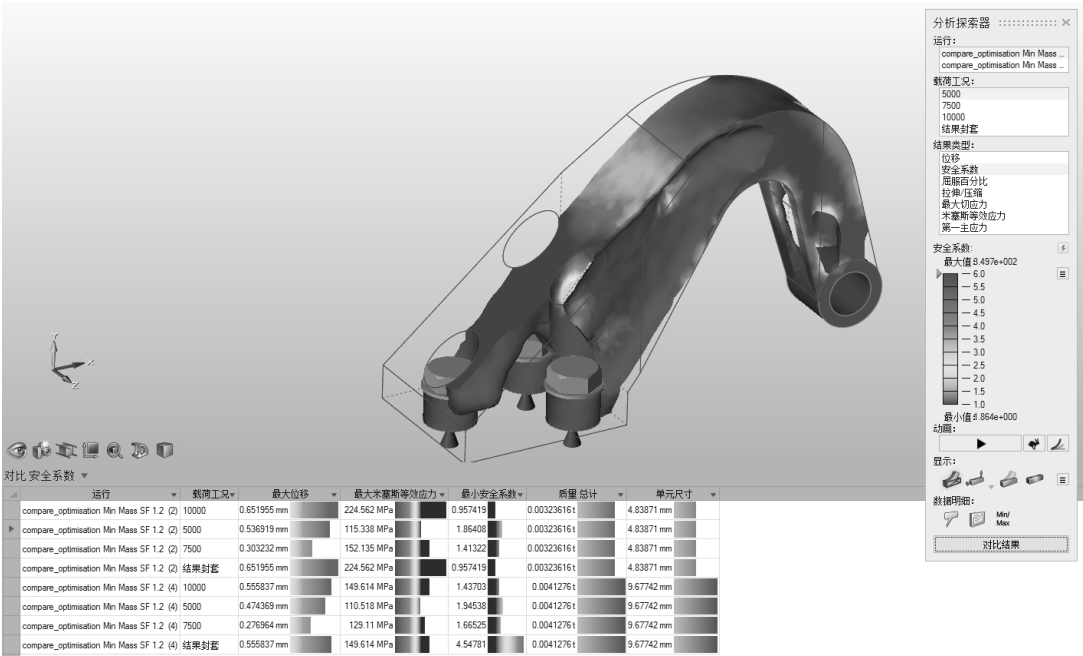

图 16-21
3) 用鼠标右键单击表中的一个列标题，然后选择最大位移、最大米塞斯等效应力和单元尺寸，将这些列添加到表中，如图 16-21 所示。